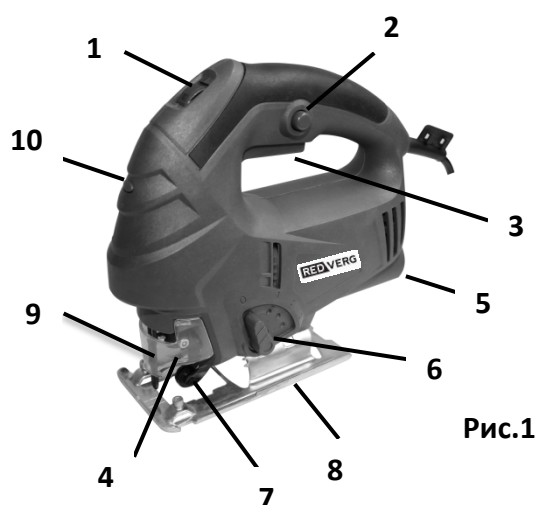

Рис.1
Выберите рабочее плотно (пилку), в зависимости от типа обрабатываемого материала, ослабьте два винта в пилкодержателе **4** (рис.1) используя ключ-шестигранник. Вставьте
рабочее полотно в пилкодержатель **4** (рис. 1), убедитесь, что зубья пилки направлены вперёд, а задняя часть пилки располагается в направляющем ролике **7** (рис.1), затяните винты с помощью ключа-шестигранника;
7.2. Кратковременное включение лобзика осуществляется нажатием на выключатель **3** (рис. 1).
Длительное включение лобзика осуществляется нажатием на выключатель **3** (рис.1) с последующим кратковременным нажатием на фиксатор выключателя **2** (рис.1), при этом выключатель должен зафиксироваться во включённом положении.
7.3. Регулятором числа оборотов **1**(рис.1)можно выбрать необходимое число ходов рабочего полотна (пилки).
Применять маятниковый ход рекомендуется только при прямых резах, благодаря применению маятникового хода, значительно увеличивается качество прямых линий реза. Величина амплитуды маятникового хода регулируется специальным переключателем **6** (рис.1) и выбирается в зависимости от типа обрабатываемого материала.
Данный лобзик оборудован лазерной линейкой, позволяющей производить прямолинейные пропилы быстро и точно. Для включения лазерной линейки необходимо нажать на кнопку **(10)**(Рис.1), для выключения лазерной линейки данную кнопку нажать повторно.
Для пиления под углом от 0° до 45° (вправо или влево) необходимо установить регулируемую подошву лобзика **(8)** (рис.1) под нужным углом.